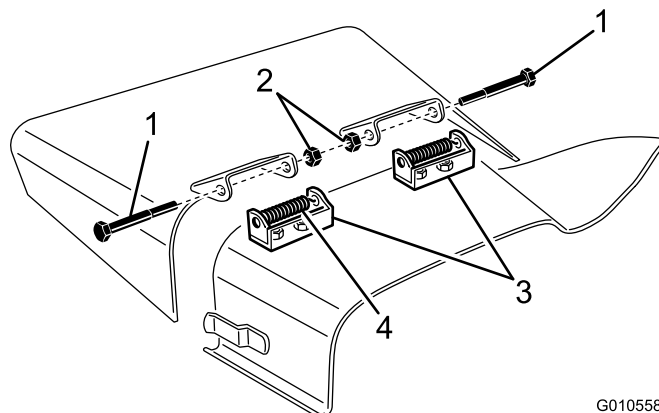

Figura 29
4. Retire los 2 tornillos de caperuza, las contratueras y los muelles que sujetan los soportes del deflector a los soportes de giro (Figura 29).
5. Para retirar los soportes de giro, retire los pernos de cuello cuadrado y las tuercas (Figura 29).